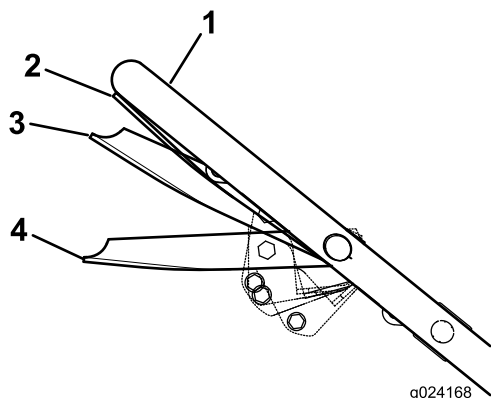

Figura 17
4. Sujete la barra de control de la cuchilla en la posición de marcha/cambio, unos 2.5 cm (1") por debajo del manillar (**Figura 17**).